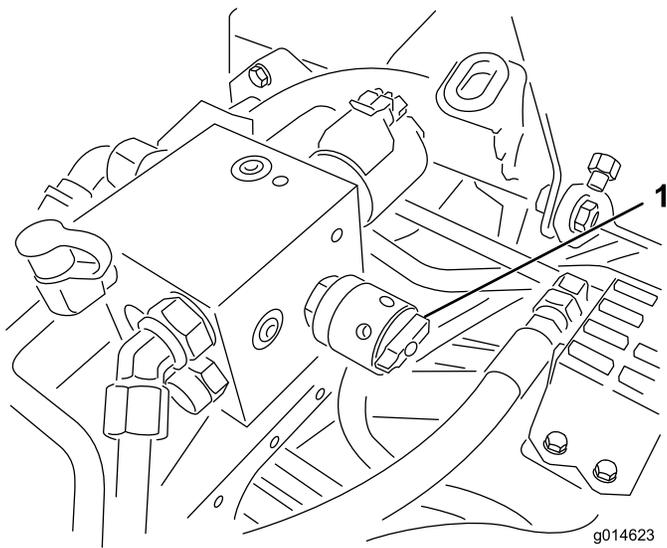

図 39
4. リールの速度を設定するには、ノブ (図 39) を回して、ノブの矢印を、所定の番号に合わせる。